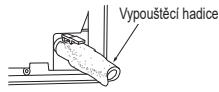

Fig. 4
- 5) Zcela zasuňte vypouštěcí hadici do vypouštěcí sběrné nádrže na pravé zadní straně vnitřní jednotky. (Fig. 4)
- 6) Zasuňte vypouštěcí hadici do stěnové průchodky (C) a zavěste horní část vnitřní jednotky na montážní desku (1). Poté vnitřní jednotku posuňte zcela doleva, abyste získali snazší přístup k potrubí v zadním prostoru jednotky.